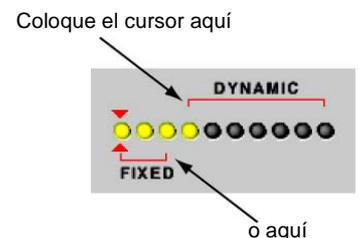

FIGURA 7-12: Cambio de designación de filtros con el Mouse
1. Coloque el cursor entre los corchetes rojos, como se indica a la derecha en la Figura 7-12.